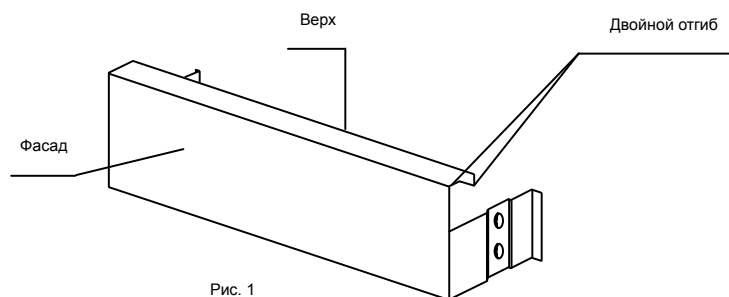

Рис. 1
**Панель фасадная (нижняя)** в боковых деталях имеет 4 продолговатых отверстия для соединения с боковыми стенками шкафа (рис.1)